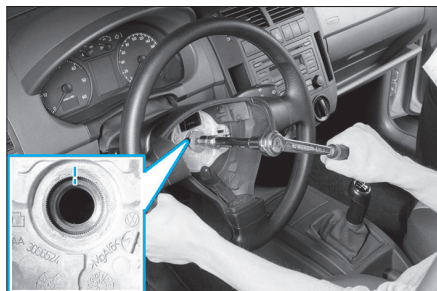

Fig. 26
- Roues en ligne droite, dévisser la fixation (Torx de 55) puis repérer la position avant d'extraire le volant (Fig.26).